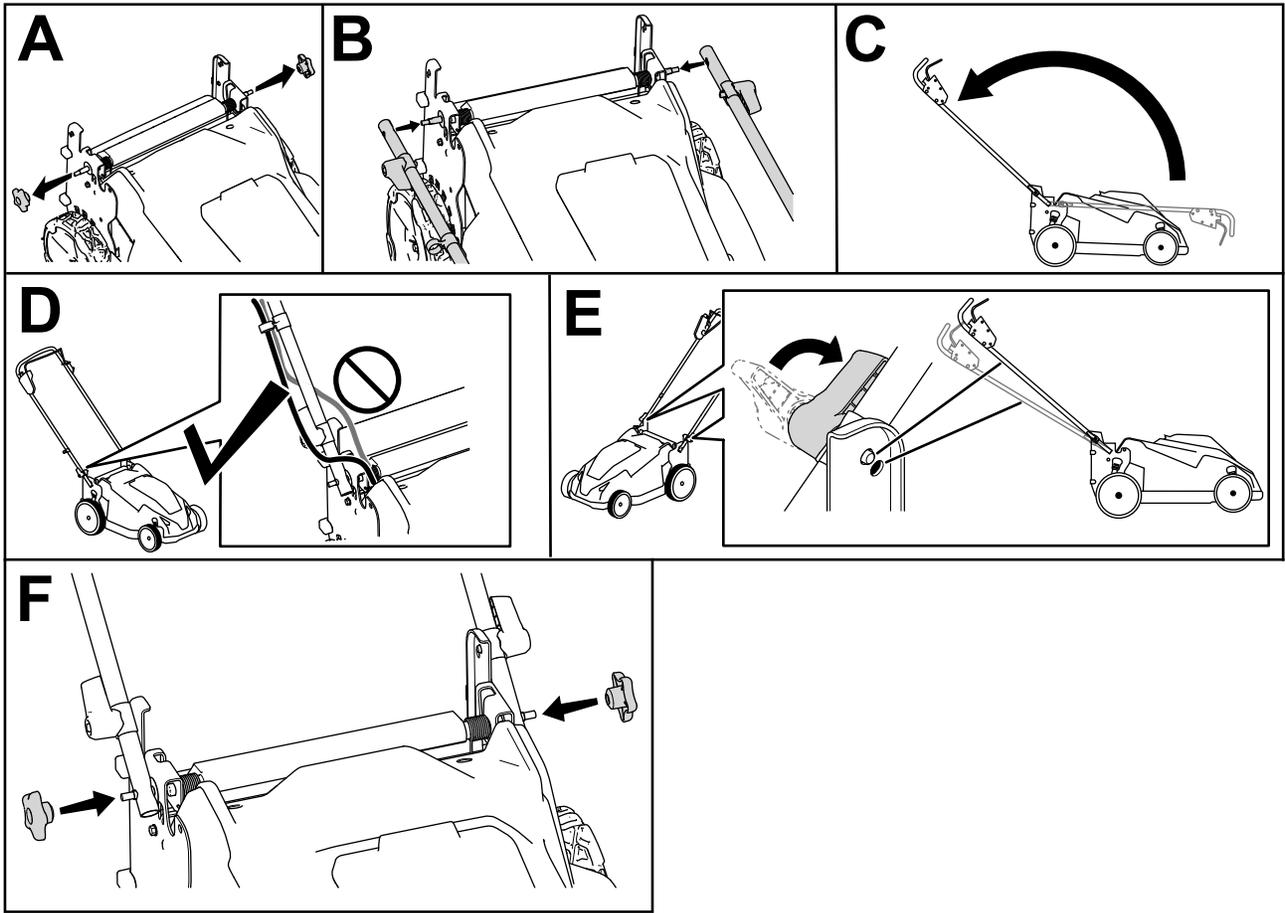

Figura 6
1. Retire los pomos del manillar (Figura 6, A).
2. Usando los orificios de los extremos del manillar, sujete el manillar a la máquina (Figura 6, B).
3. Mueva el manillar hacia atrás a la posición de uso (Figura 6, C).
4. Asegúrese de pasar los cables por delante del manillar (Figura 6, D).
5. Mueva las palancas de bloqueo del manillar hasta que el pasador se enganche en su sitio, para bloquear el manillar en la posición de uso (Figura 6, E).
6. Fije los pomos a los pernos del manillar para fijar el manillar (Figura 6, F).